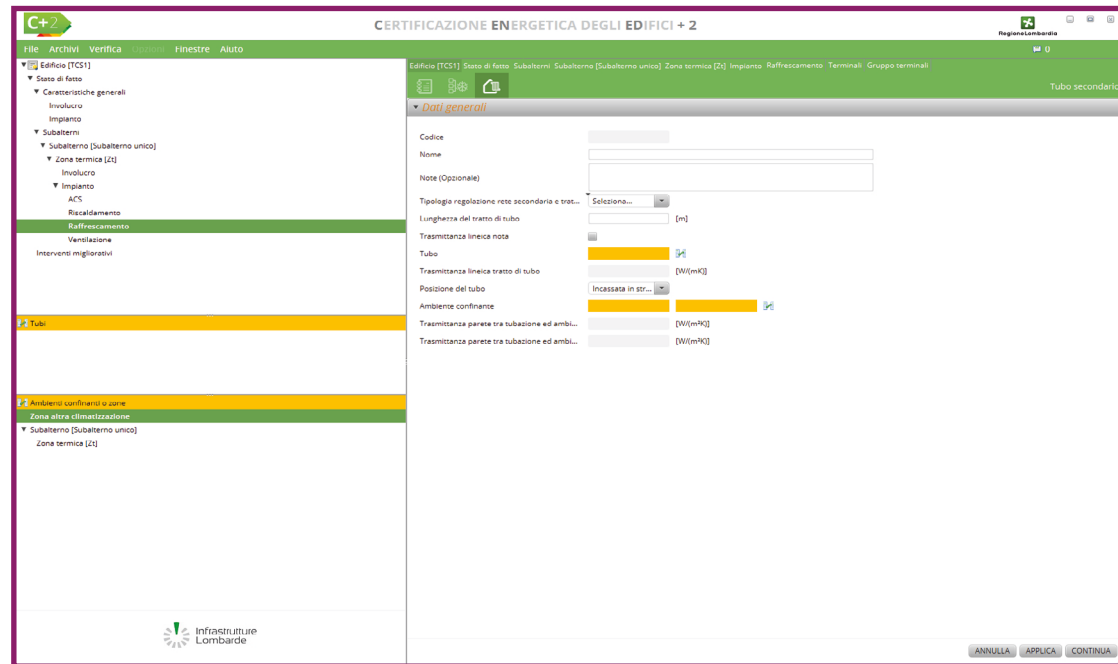

Figura E.39_Schermata “Subalterno - Zona termica- Impianto” - Raffrescamento - Circuito secondario - Tubazioni
- **Tratti di circuito secondario metodo analitico** la selezione della casella permette di visualizzare la sezione **Circuito secondario** in cui è possibile definire le caratteristiche della pompa di circolazione nonché le tubazioni del circuito selezionando il pulsante “Nuova tubazione” per visualizzare la schermata di inserimento (**Figura E.39**) in cui compilare i seguenti campi: